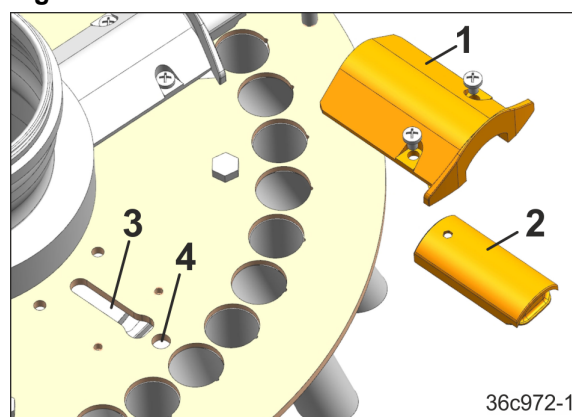

Fig. 251
7. Schiebertunnel (Fig. 251/1) entfernen.
8. Der Zapfen des Schiebers (Fig. 251/2) steckt in der Führung (Fig. 251/3).
9. Der Zapfen des Schiebers (Fig. 251/2) steckt in der Bohrung (Fig. 251/4).